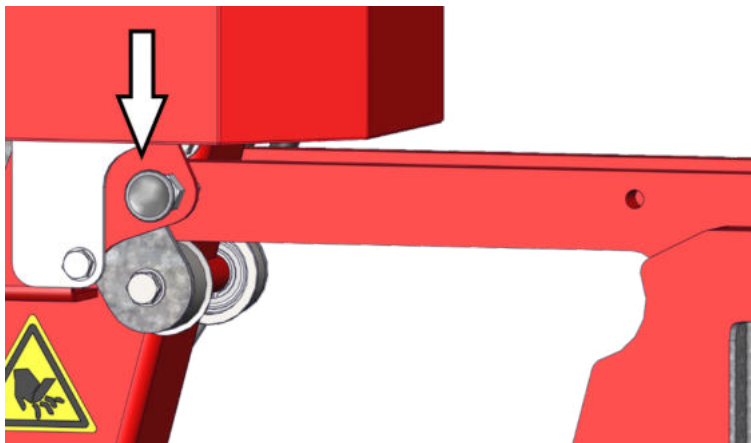

Figure 4.5 Déployer le ballast.
1. Déverrouillez le ballast en desserrant la lèvre sur la goupille ou en la retirant (voir *Figure 4.5*).